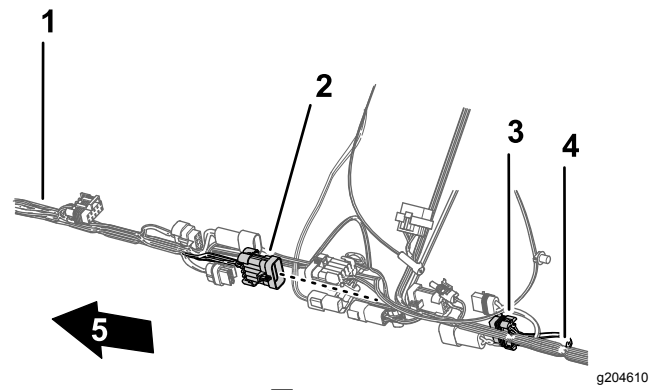

图 91
6. 把用于打药车线束互连的前线束 10 针接头连接至用于打药车线束互连的后线束 10 插槽接头图 91。